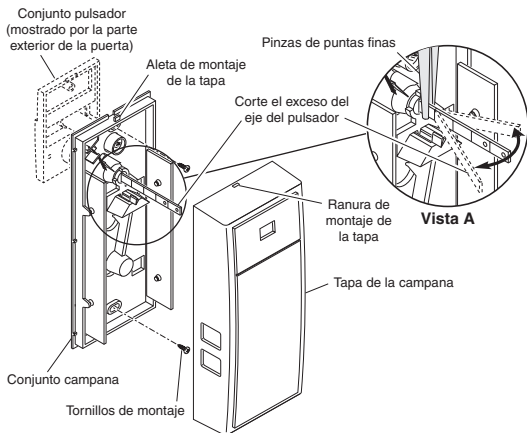

Figura 2- Montaje del conjunto campana y acople de la tapa de la campana
1. Coloque el conjunto campana sobre el eje del pulsador y sobre el visor (vea la figura 2).
3. Acople bien la parte superior e inferior del conjunto campana usando los tornillos de montaje provistos (vea la figura 2).
1. Para asegurar el espacio libre correcto cuando la tapa esté acoplada, corte el exceso del eje del pulsador. **IMPORTANTE:** para evitar roturas en las partes plásticas del conjunto campana, use una pinza de puntas finas para sostener sin peligro al eje mientras lo dobla hacia atrás y adelante para cortarlo (Vea la figura 2, vista A).